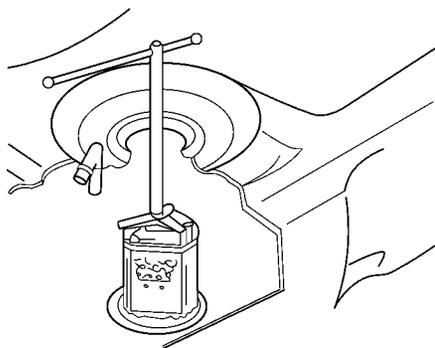

图5-95 拆卸燃油泵
⑤ 从燃油箱开口处拉出密封凸缘和橡胶密封件。
⑥ 拔下油封凸缘内的燃油表导线插头。
⑦ 将专用工具插入到燃油箱内燃油泵壳体的三个拆装缺口内,旋松燃油泵,如图5-95所示。
⑧ 从燃油箱中拉出燃油泵。
(3) 燃油泵的安装